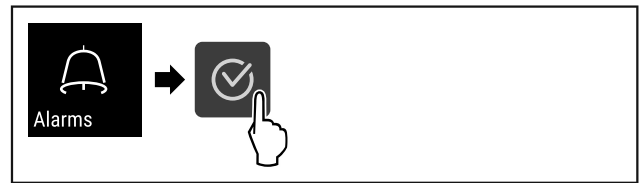

Fig. 143
- ▶ Провести етапи операцій (див. Fig. 143) .